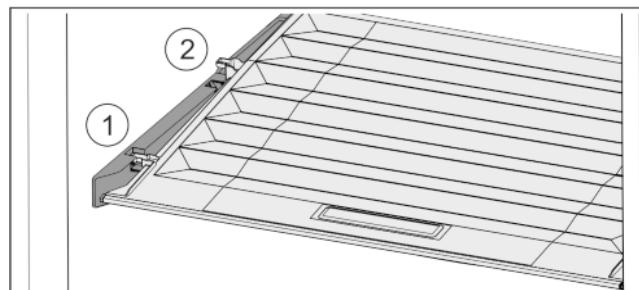

Fig. 30
- Потянуть крышку до отверстия в поддерживающих деталях вперед *Fig. 30 (1)*.
- Поднять сзади снизу и извлечь *Fig. 30 (2)* движением верх.